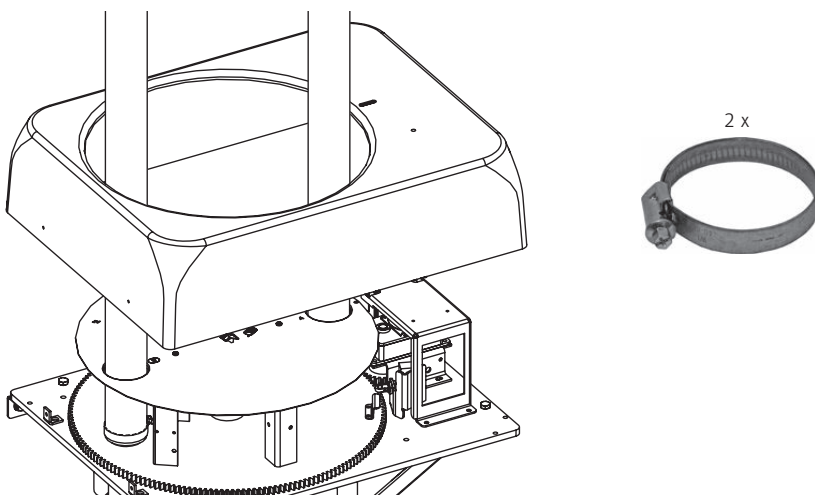

Fig. 30 Connessione del tubo di mandata e ritorno aria
- Far passare il tubo di mandata e ritorno (A, B) attraverso il cappuccio di copertura, collegare il tubo di alimentazione alla connessione A e il tubo di ritorno alla connessione B sull'unità di commutazione, e fissarlo con una clip – Fig. 30.